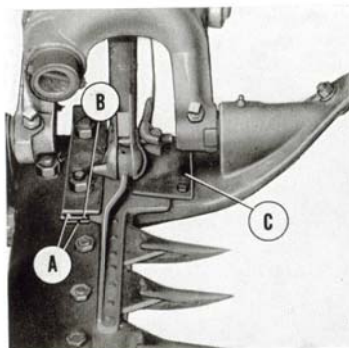

Fig. 30
A la livraison, la plaquette arrière guidant la tête de lame (B, fig. 30) porte des cales d'épaisseur.
Les deux boulons de devant servent à la fois à la fixation de la barre de coupe, des plaquettes de guidage et des cales d'épaisseur comme indiqué figure 30.
Monter la plaque de guidage avant comme le montre en (C) la figure 30. Si des cales sont nécessaires, les monter sous la plaquette de guidage.